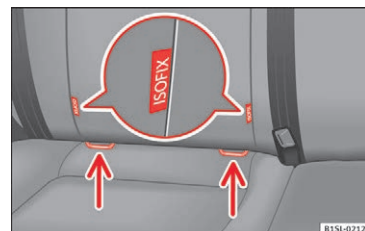

Fig. 26 På sædet: markeringsvarianter ved de nederste holdere til fastgørelse af børnesæder
- Sæt børnesædet på holderne i pilens retning »» **Fig. 26.** Børnesædet skal gå i hak, så det kan høres.
- Placer børnesædet på sædehynden, og hægt fastgørelsesremmene fast i holderne »» **Fig. 26.**